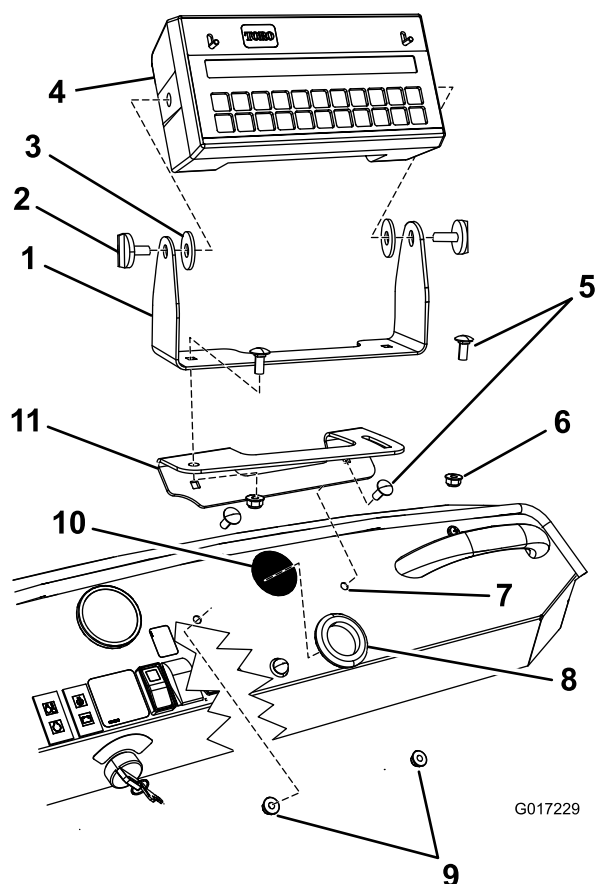

図 2
1. 付属部品の中にある取り付けブラケット（湾曲したスロットがついている）を探し出す。このブラケットをダッシュボードに取り付けて固定する； キャリッジボルト（5/16 x 3/4 インチ）2本とロックナット（5/16 インチ）2個を使用する（図 2）。
7. ハンドノブ2個を使ってコンピュータコンソールを、回転ブラケットに取り付ける（図 2）。
8. このブラケットをダッシュボードに取り付けて固定する； キャリッジボルト（5/16 x 3/4 インチ）2本とロックナット（5/16 インチ）2個を使用する（図 2）。